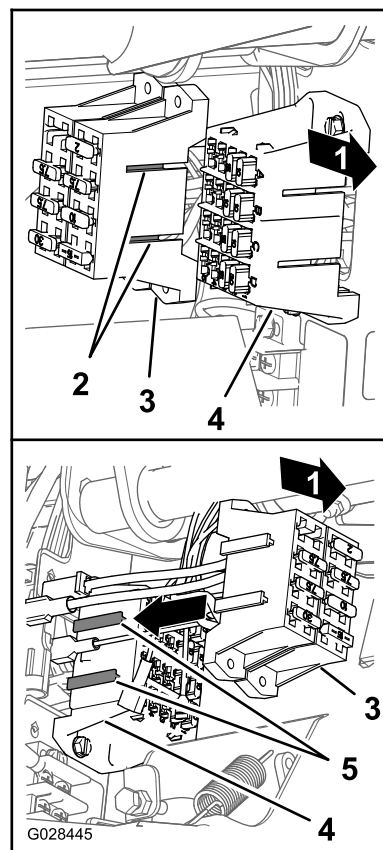

図 26
4. スプレーヤのヒューズブロックのT字フィッティングを、車両のヒューズブロックのT字スロットに合わせて、スプレーヤのヒューズブロックをスロットの一番奥までしっかりと差し込む (図 26)。